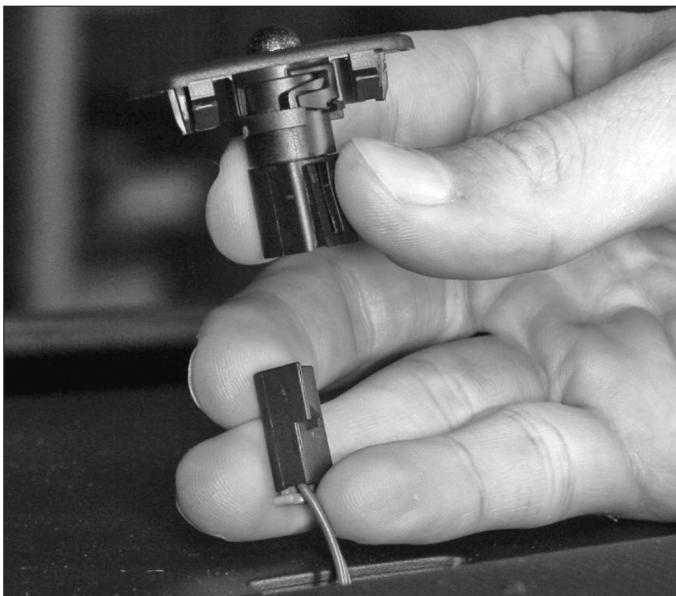

Fig. 51
- Dégrafer puis déposer le capteur d'ensoleillement (Fig.51).